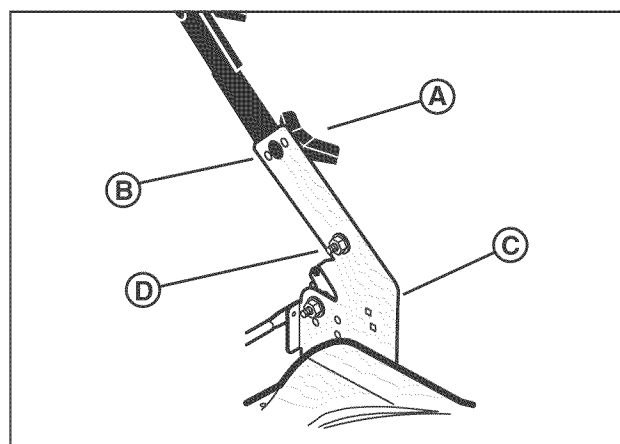

Figure 4: Dépose de la visserie de réglage de poignée
1. Enlever les ailettes (A, Figure 4), rondelles (non illustrée) et les boulons (B) de chacun des supports droit et gauche de la poignée (C).